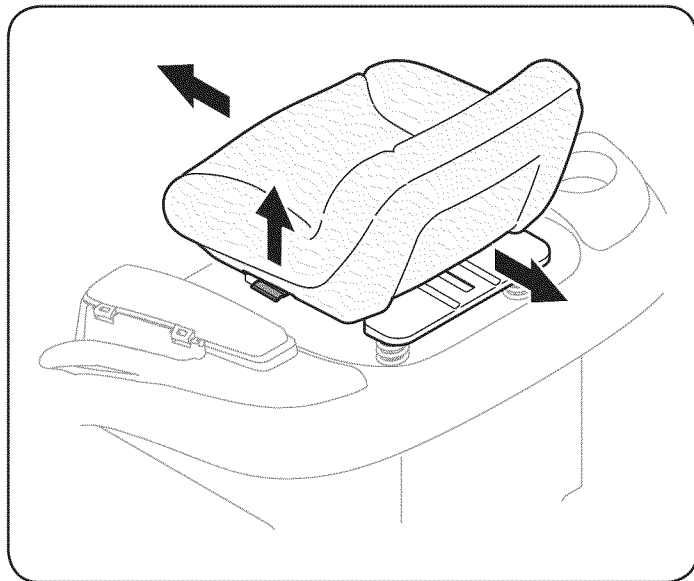

Figura 8
Para ajustar la posición del asiento, tírelo hacia arriba y sostenga la palanca de ajuste del asiento. Deslice el asiento hacia adelante o hacia atrás a la posición deseada; luego suelte la palanca de ajuste. Asegúrese de que el asiento esté fijo en su posición antes de operar el tractor. Vea la Figura 8.
4. Retire el tapón de llenado / varilla de medición. Si el nivel está bajo, agregue lentamente el aceite hasta el nivel de aceite registra entre FULL y ADD, la Figura 8.